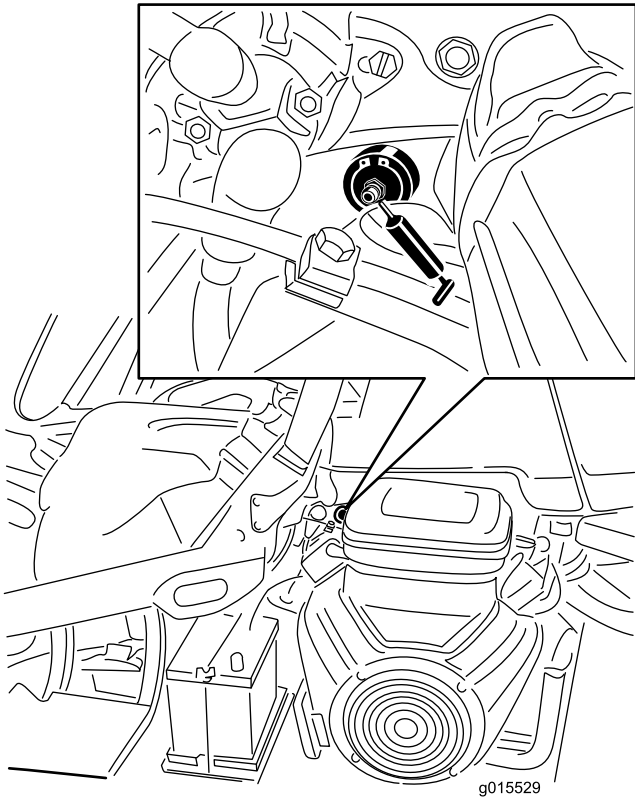

Bild 28
1. Wischen Sie die Schmiernippel ab, um das Eindringen von Fremdkörpern in die Lager oder Buchsen zu vermeiden (Bild 28).